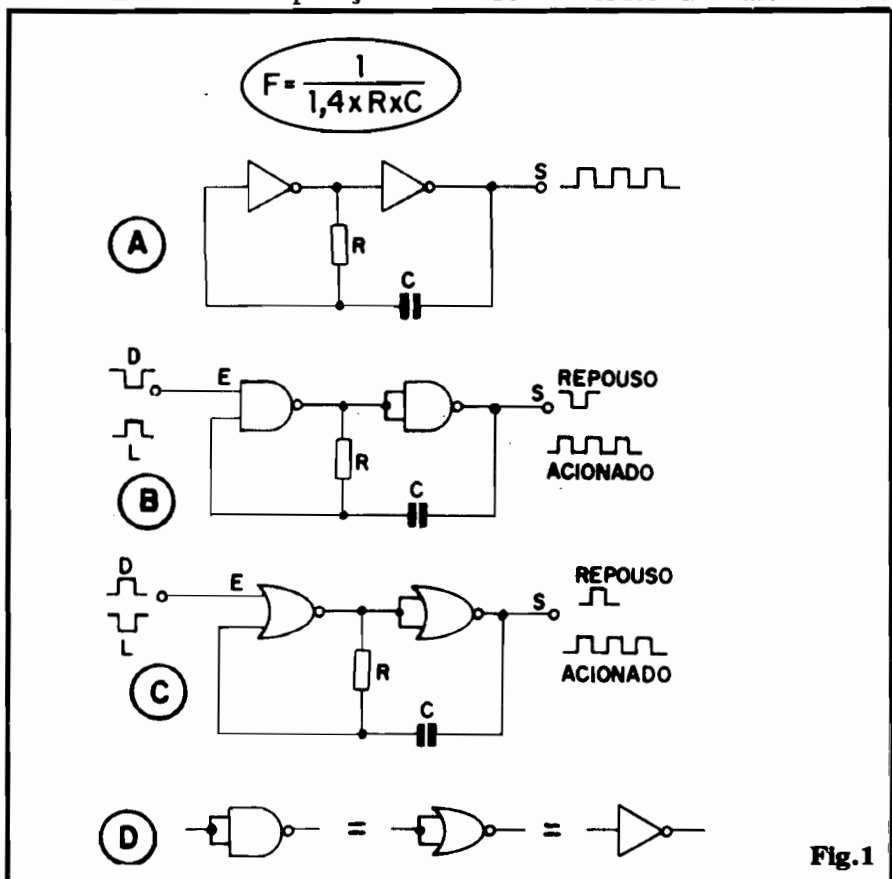

Fig. 1
- FIG. 1-A - Estrutura básica do ASTÁVEL baseado em dois simples inversores. O arranjo é do tipo **free running** ou seja: uma vez energizado, oscilará indefinidamente, na Frequência determinada por R-C, até que a alimentação seja desligada...
- FIG. 1-B - Estrutura do ASTÁVEL "gatilhado", com dois **gates NAND** ("não e" ou NE). Para que ocorra o funcionamento é necessário que a Entrada de Disparo "E" receba um nível digital "alto". Para desligar o ASTÁVEL, a Entrada "E" deve receber nível digital "baixo". Em repouso (circuito alimentado, mas ASTÁVEL "não autorizado") a Saída "S" mostrará nível digital "baixo". Com o ASTÁVEL "autorizado".
- FIG. 1-C - Outra estrutura muito conhecida, de ASTÁVEL "gatilhado", agora implementado com dois **gates NOR** ("não ou" ou **NOU...**). Para "ligar" o ASTÁVEL, precisamos aplicar à Entrada "E" um nível digital "baixo". Para inibir a oscilação, deve ser aplicado um nível digital "alto" à dita Entrada "E"... A condição de repouso (ASTÁVEL "desligado", mas circuito com a alimentação aplicada...) da Saída "S" mostra um nível "alto", enquanto que - autorizado - o ASTÁVEL apresentará na Saída "S" um "trem" de pulsos com Frequência dependente de R-C...
- FIG. 1-D - Notar que com dois **gates NAND** ou dois **gates NOR** também pode ser feito um ASTÁVEL do tipo **free running**, como o mostrado na fig. 1-A... Basta unir-se as Entradas individuais de cada **gate**, "transformando-os", eletricamente, em simples inversores...
Em qualquer dos arranjos mostrados na fig. 1, a Frequência de oscilação do clock (ASTÁVEL) é determinada pelos valores de R e C, conforme cálculos que mostraremos mais adiante...
Recordadas as estruturas básicas dos circuitos, vamos ao objetivo principal da presente matéria, que é simplificar e esclarecer os... **CÁLCULOS!** No caso dos **ASTÁVEIS** (fig. 1), a **FREQUÊNCIA** de oscilação é obtida através da fórmula: